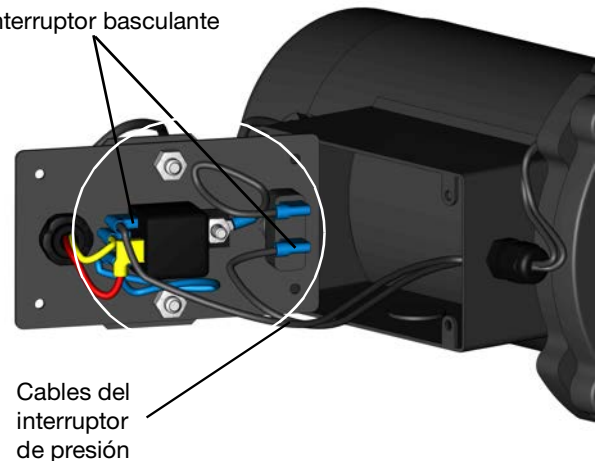

FIG. 16
3. Crimpe los conectores en el extremo de los cables del interruptor de presión (FIG. 16).
5. Conecte los cables del interruptor de presión al terminal de relé y de interruptor basculante (FIG. 16).